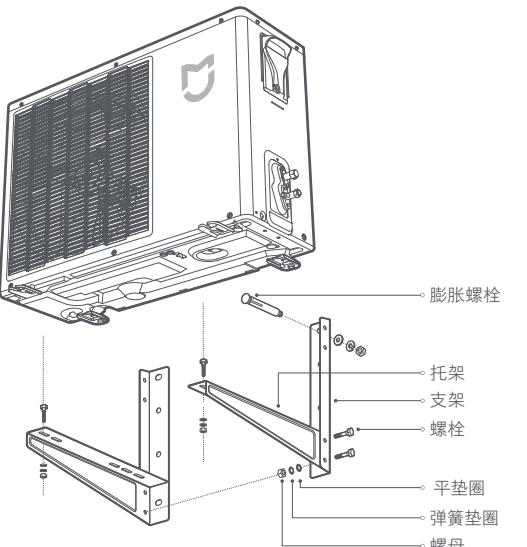

图5
- 用安装支架配套的螺栓及平垫圈、弹簧垫圈和螺母将支架和托架组装在一起。如图 5 所示。